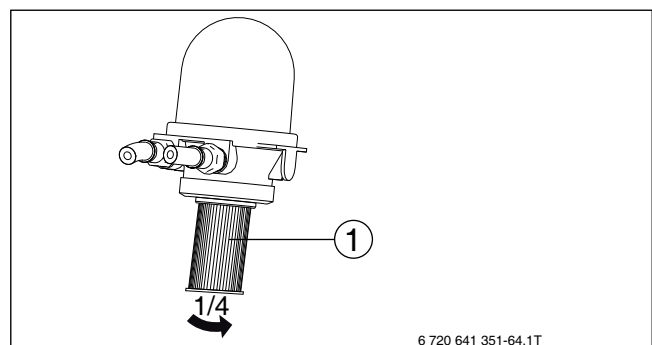

Bild 98 Ölfiltereinsatz austauschen
- ▶ Ölfiltereinsatz (→ Bild 98, [1]) mit einer Viertel-Umdrehung gegen den Uhrzeigersinn lösen.
- ▶ Ölfiltereinsatz (→ Bild 98, [1], Seite 54) ansetzen und mit einer Viertel-Umdrehung im Uhrzeigersinn befestigen.